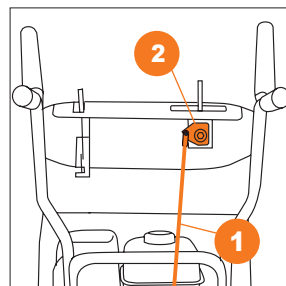

Рис. 17
- Подсоедините штангу рычага выбора передач 1 к кронштейну рукоятки панели управления и зафиксируйте шплинтом 2 (Рис. 17).